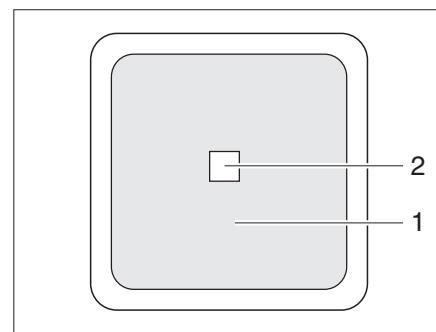

Fig. 259 Interruttore esterno
- Il "Remo." = l'apparecchio può essere attivato e disattivato con l'interruttore esterno (Fig. 259,1).
L'interruttore esterno dell'invertitore (Fig. 259) si trova nell'abitacolo del veicolo o nel garage. L'interruttore reca la scritta "Invertitore". Il LED (Fig. 259,2) segnala lo stato di funzionamento dell'invertitore.